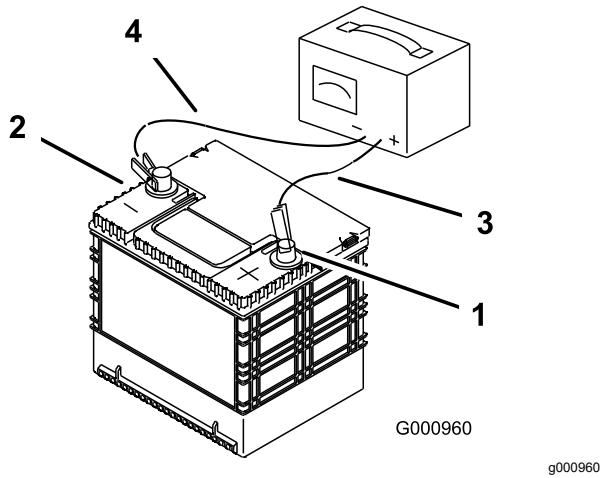

Figura 51
- Quando a bateria estiver totalmente carregada, desligue o carregador da tomada elétrica e em seguida desligue os cabos do carregador dos bornes da bateria (Figura 51).